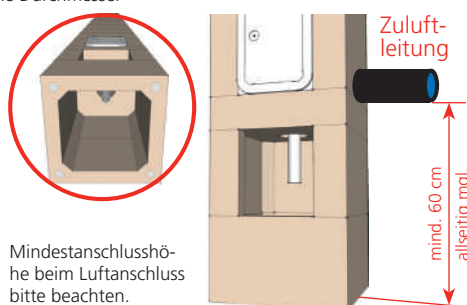

Bild 9b: LIV-Fuß
- Der Anschluss der **Verbrennungsluftleitung an einem ERLUS LAF-Premiumschorstein** kann durch die Herstellung einer runden Öffnung mit einer geeigneten Bohrkronen aus dem Mantelstein (5 cm Dicke) erfolgen. Die Verbrennungsluftleitung darf innen nicht in den Mantelstein hineinragen. Die Leitung wird dicht eingeputzt. Sofern diese Arbeiten nicht nachträglich (z. B. bei der Aufstellung des Ofens) durchgeführt werden, sind der Durchmesser und die Lage mit dem Heizungs- bzw. Ofenbauer abzustimmen. Hierbei ist zu beachten, dass die Unterkante des Luftanschlusses bei Standard-Fußausbildung (Bild 9a) **mindestens 60 cm** über der Schornsteinsohle liegen muss. Bei LAF-Premiumschorsteinen mit optionaler LIV-Fußausbildung (Bild 9b) kann der Luftanschluss bereits ganz unten dreiseitig erfolgen. Zugänglichkeit bitte sicherstellen, um den Luftanschluss später herstellen zu können.